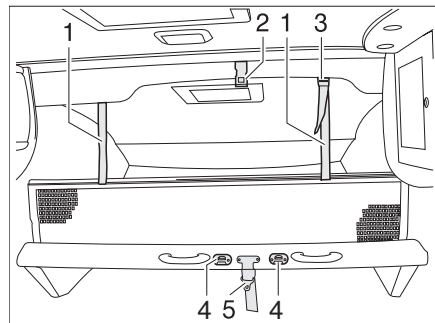

Bild 141 Höjbar säng, manuell
- Säkra den höjbara sängen i taket (Bild 141,2) med säkerhetsremmen (Bild 141,5).
- Man fäster stegen med båda byglarna på klämmorna (Bild 141,4) på den höjbara sängen.
- Haka fast fästbanden (Bild 141,1) i hållarna i taket (Bild 141,2).
- Haka fast fästbanden (Bild 141,1) i hållarna (Bild 141,3) i taket.